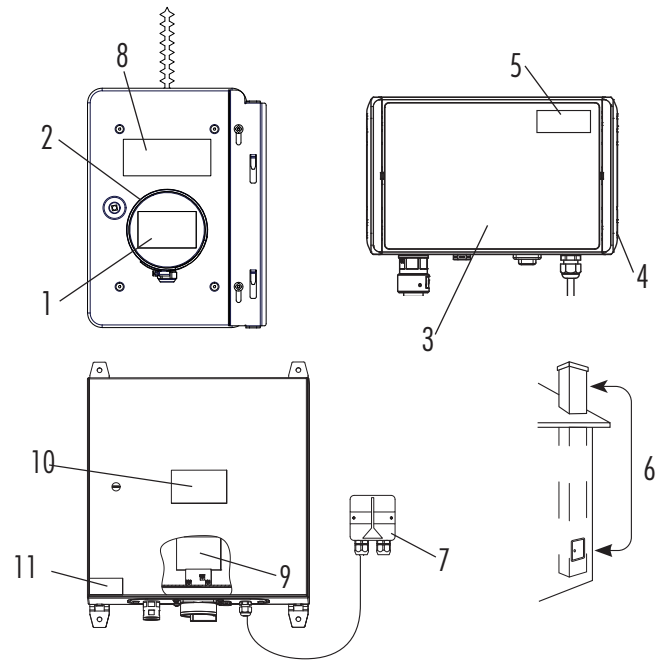

Abb. 4: Beschilderungen Zumikron® Ceramic mit Verschlussriegel
3. Ein Warnschild an der Steuerung befestigen und den Namen des Verantwortlichen, der berechtigt ist, die Anlage wieder einzuschalten, auf dem Warnschild eintragen (→ Abb. 4).